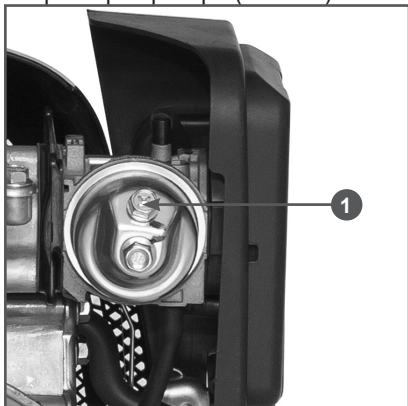

Рис. 14 Слив топлива из карбюратора (вид на карбюратор снизу)
1. Установите под карбюратор подходящую емкость (Рис. 14).
2. Открутите болт 1 сливного отверстия и слейте топливо из поплавковой камеры карбюратора (Рис. 14).